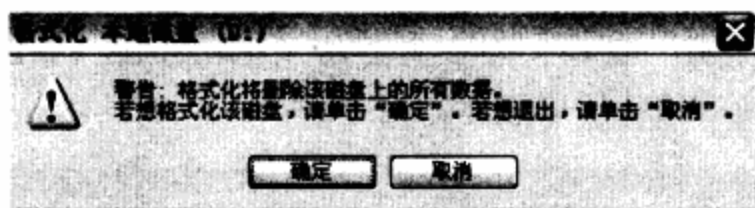

图4-79 单击“确定”按钮
**步骤 03** 系统弹出警告提示，询问是否要进行格式化，并提醒用户格式化后分区里面的数据将会全部删除，单击“确定”按钮。如图4-79所示。